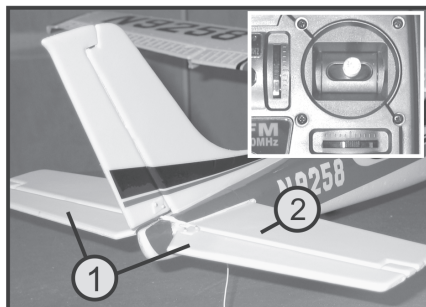

Figure 16a
- Le trimmer pour la gouverne de profondeur (voir aussi fig. 2, pos. 3) doit être en position centrale. Si la tringlerie de direction est correctement ajustée, la gouverne de profondeur (1) et le stabilisateur (2) doivent former une surface plane, voir figure 16a.